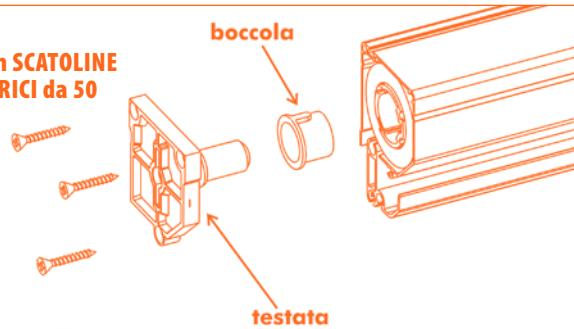

Fig. 5
5.6. Applicazione scivoli laterali. Posizionare la barra-maniglia della zanzariera al centro del cassonetto ed applicare la cordicina di manovra (fig. 5). Applicare agli estremi i corsoi laterali C aiutandosi con un piccolo martello (figg. 5/6): nella scanalatura circolare (superiore) inserire la guarnizione del telo rete; in quella inferiore la parte terminale dello spazzolino antintrusione, già infilato sulla barra maniglia.